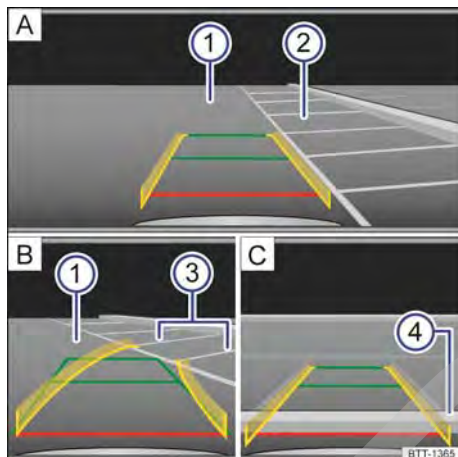

Fig. 158 Visualización en la pantalla del sistema de infotainment: aparcamiento con el asistente de marcha atrás, modo 1.
Leyenda de la **fig. 158**:
- Sitúe el vehículo delante del hueco de aparcamiento → **fig. 158** ② **A**.
- Retroceda girando el volante de manera que las líneas amarillas ③ se introduzcan en el hueco de aparcamiento **B**. Las líneas verdes y amarillas tienen que coincidir con las líneas de delimitación laterales ③.
- Detenga el vehículo cuando la línea roja haya alcanzado la delimitación trasera ④ **C**. <